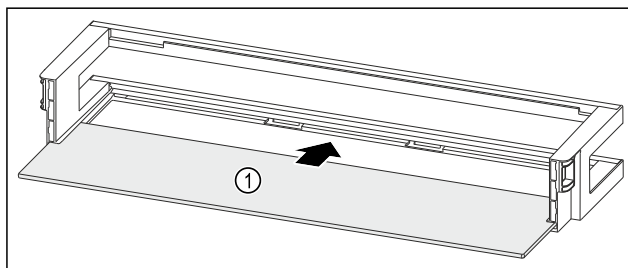

Fig. 165 Dørhylde med hylde
- ▶ Skub hylden Fig. 165 (1) ind i udsparringerne i siden.